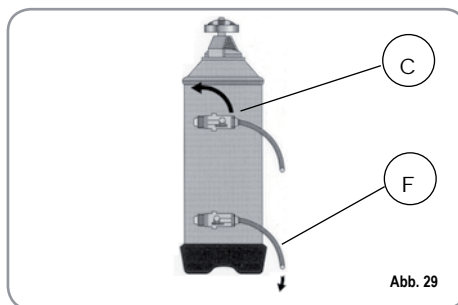

Abb. 29
- 2) Den Verschluss wieder einsetzen und den Hebel C wieder nach links führen (Abb. 29). Dabei hat das Salzwasser durch das Rohr F zu fließen, bis wieder Süßwasser vorliegt (1/2 Stunde).